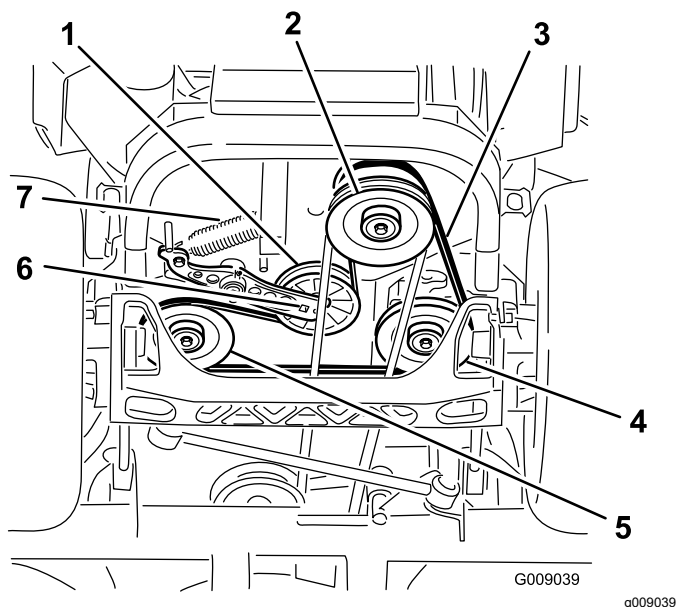

Figure 104
4. Soulevez la machine sur des chandelles (Figure 104).
5. Insérez un rochet dans le trou carré du bras de la poulie de tension pour déposer le ressort de la poulie de tension (Figure 104).
6. Décrochez le ressort de tension sur le cadre (Figure 104).
9. Insérez un rochet dans le trou carré du bras de tension pour installer le ressort de la poulie de tension sur le cadre (Figure 104).